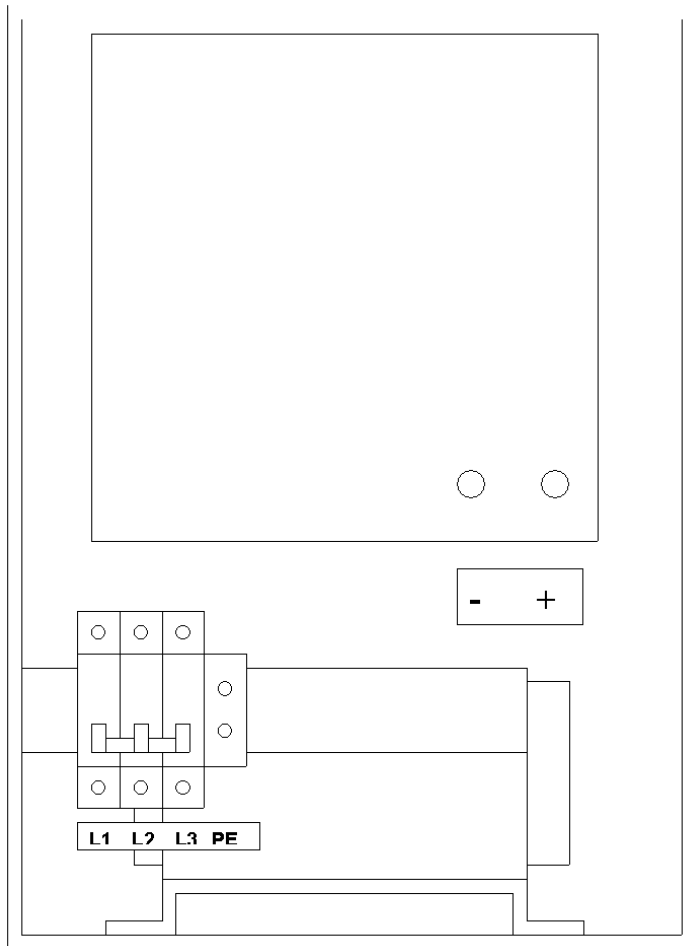

Abbildung 4b
- ❑ Schließen Sie die Netzerde PE (grün-gelb) an den Wechselstromeingangsanschluss direkt neben dem Sicherungsautomaten an, Siehe Abbildung 4b.